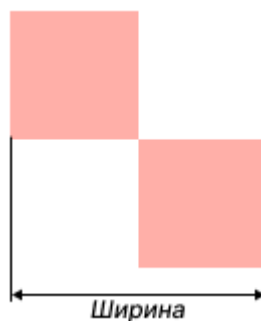

Рис. 169 Параметры апертуры
- Ширина – значение может быть задано в диапазоне 0,01 – 100 мм с шагом 0,1 мм, см. Рис. 169.